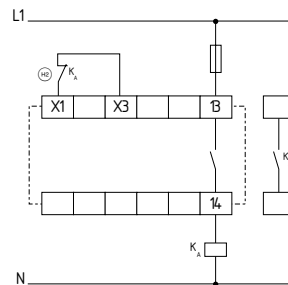

Fig. 8
**Controllo a un canale (vedere Fig. 8)**